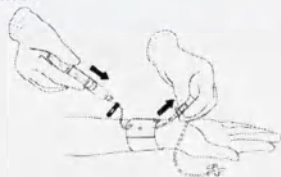

Рисунок 4.
7. Надежно закрепите манжету № 1 и № 2 вокруг запястья, затем оберните манжету № 3 вокруг основания большого пальца так, чтобы она плотно прилегала (РИСУНОК 4).